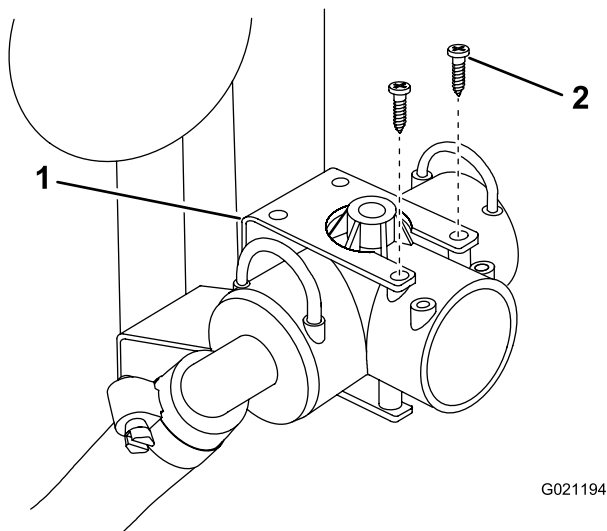

図 5
3. 送液T字フィッティングを取り付けブラケットに固定しているねじ2本を外す。送液T字フィッティングとホースを外す（図 5）。
4. 新しい制御バルブを、送液 T 字フィッティングの空いているポートに取り付け、新しいリテーナで固定する（図 5）。